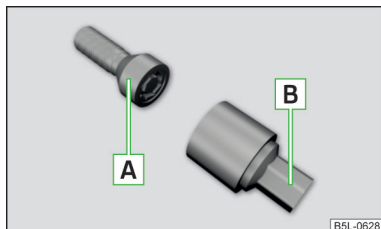

Fig. 321
Șuruburile de roată antifurt protejează roțile împotriva unui furt. Acestea pot fi **slăbite/strânse** numai cu adaptorul **B** » fig. 321.
- › Introduceți cheia de roți pe șurub până la capăt. Utilizați pentru șuruburile de roată antifurt adaptorul corespunzător » fig. 321 la pagina 289.